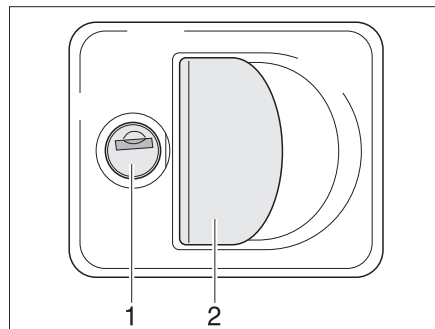

Bild 49 Lucklås med greppkåpa
- Stick in nyckeln i låscylinern (Bild 49,1) och vrid ett kvarts varv. Lucklåset är upplåst.
- Drag i låshandtaget (Bild 49,2). Den utvändiga luckan är öppen.